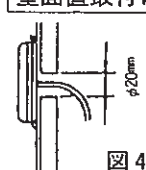

図4
- ・壁面直取付の場合は、φ6mm・深さ30mmの孔をあけ、付属のカールプラグを打ち込みます。(図4)